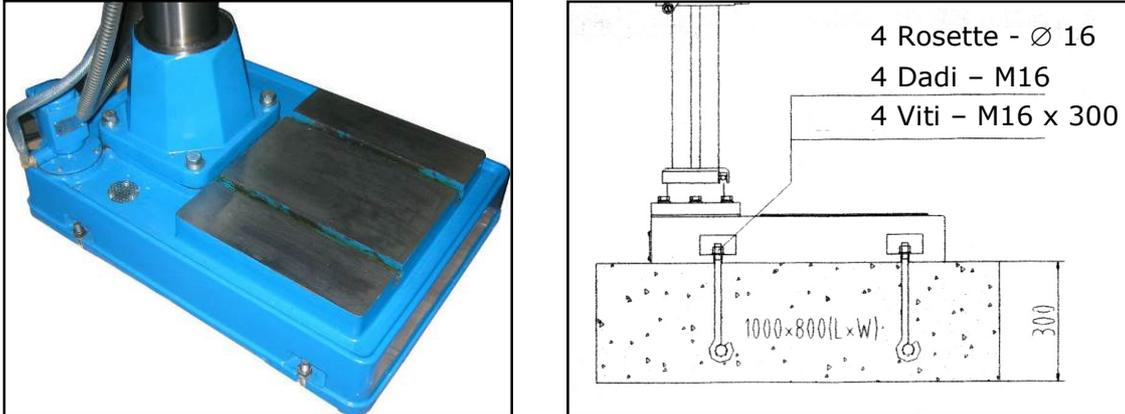

Figura 31 – Fissaggio al pavimento
2. Fissare la macchina al pavimento (figura 31).